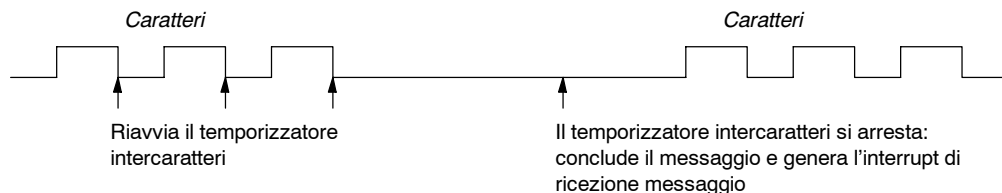

Figura 6-12 Utilizzo del temporizzatore intercaratteri per concludere l'operazione Ricevi
2. *Temporizzatore intercaratteri*: il tempo tra i caratteri è il tempo che trascorre tra la fine di un carattere (il bit di stop) e la fine del carattere successivo (il bit di stop). Se tale tempo (compreso il secondo carattere) è superiore al numero di millisecondi specificati in SMW92 o SMW192, la ricezione del messaggio viene interrotta. Il temporizzatore intercaratteri viene riavviato ad ogni carattere ricevuto (vedere la figura 6-12).